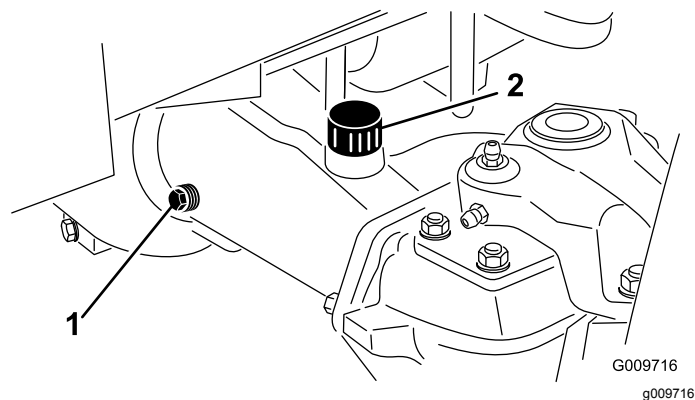

Figura 84
2. Rimuovete un tappo di controllo da un'estremità dell'assale e assicuratevi che il lubrificante raggiunga la parte inferiore del foro (Figura 84).